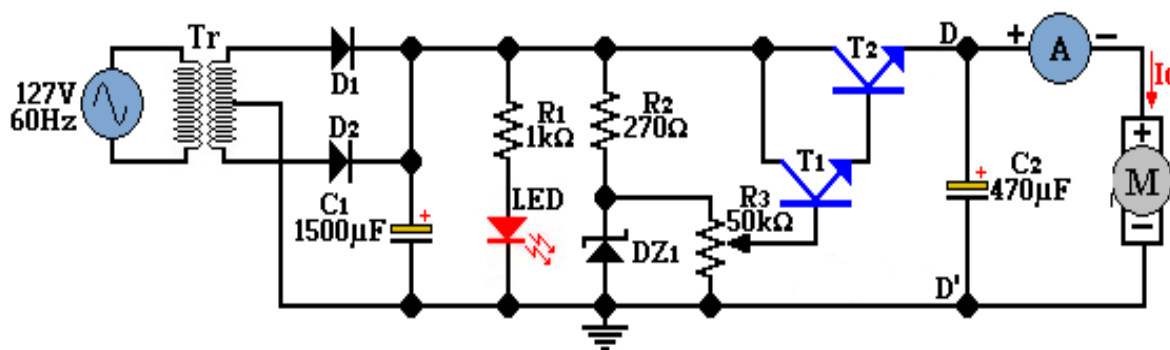

Figura 5.3
8. Desconecte el transformador y con el diodo zener DZ1. Coloque el capacitor C2, el motor de CD y el amperímetro como se observa en la figura 5.3.
1. Explique paso a paso el funcionamiento de la fuente de voltaje de la figura 5.3.
5. ¿Qué modificaciones haría al circuito de la figura 5.3 para que la fuente no fuera variable?